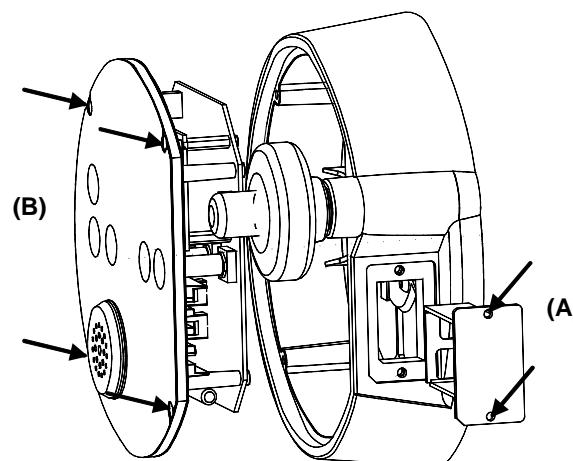

Figure 8-5
- A l'aide de la clé Allen de 2.5 dévisser les 2 vis (A) du porte-pile et tirer le vers l'extérieur, comme indiqué sur la Figure 8-5.
- A l'aide de la clé Allen de 2.5 dévisser les 4 vis (B) du module d'affichage / traitement et retirer le comme indiqué sur la Figure 8-5.